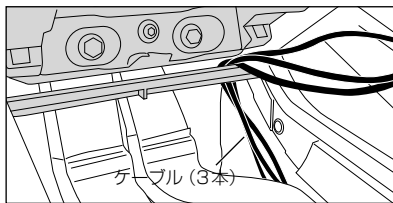

図2：図1のカバー等を外した状態
- ① 図2のようにメーターとサーバー間の3本のケーブルを通す。
(ケーブルは図2のように右側へ寄せる)